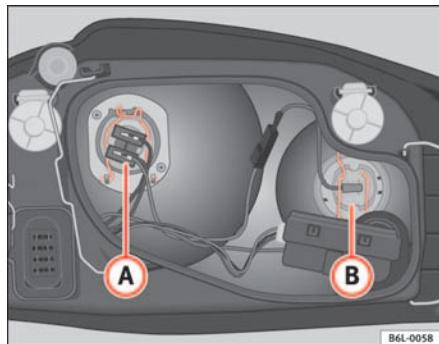

Fig. 143 Lámpara luz de carretera
- Extraiga el conector del cable de la lámpara B ⇒ fig. 143